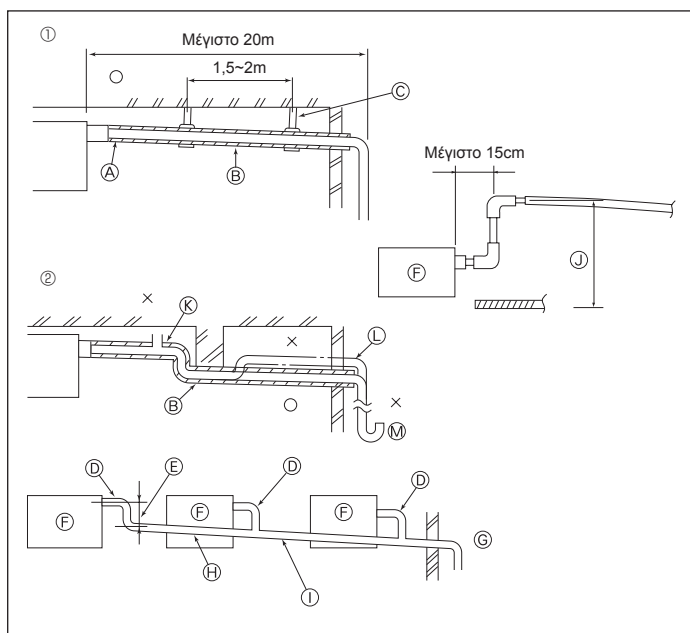

Fig. 3-4
3.4. Εργασίες Σωληνώσεων Αποχέτευσης (Fig. 3-4)